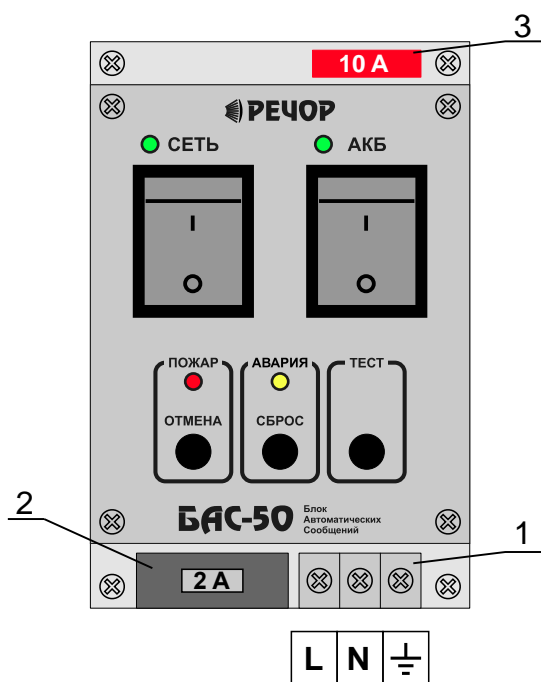

Рис. 1.11 Коммуникации и установочные элементы панели управления
Подключение сетевого питания 220 В и защитного заземления к устройству производится через клеммную колодку панели управления (поз.1 на Рис. 1.11).
Для обеспечения эффективной работы помехоподавляющего фильтра, имеющегося в БП со стороны сетевого входа, желательно иметь соответствие фактического подключения и обозначения на Рис. 1.11 для фазного (L) и нулевого рабочего (N) проводов.